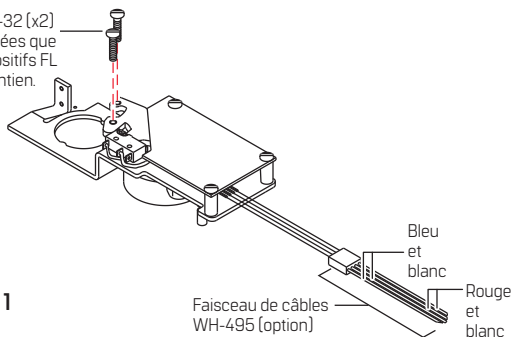

Figure 1
- 1.1 Connecter le faisceau de câbles WH-495, comme indiqué à la fig. 1.
- 1.2 Installer deux vis N° 6-32 et les serrer fermement, comme indiqué à la fig. 1.
- 5.1 Brancher le faisceau de câbles WH-495, comme indiqué à la fig. 1.
- 5.1 Brancher le faisceau de câbles WH-495 en option, comme indiqué à la fig. 1.